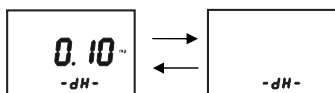

图 7-11
1、仪表在测量状态时按 2 次 REL 键，仪表高点迟滞量数值将跳闪，显示如图 7-11 所示：